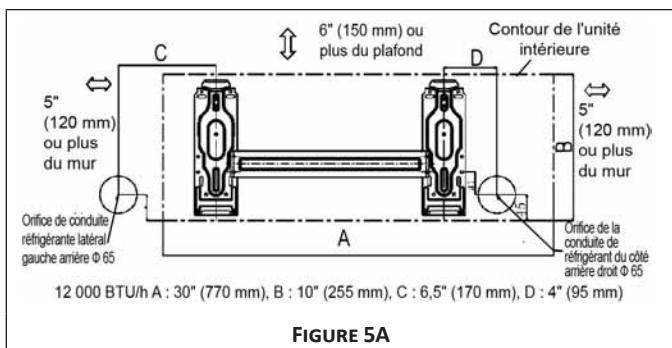

FIGURE 5A
4. Déterminez les positions des orifices en fonction du diagramme des Figures 5A et 5B (15 SEER) et 5C (19 SEER). Percez un (1) orifice de 2,5 po. (ϕ 65 mm), incliné légèrement vers l'extérieur.